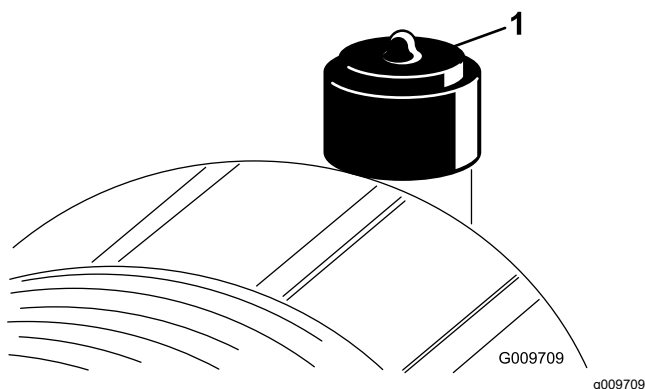

Figure 39
Faites l'entretien du filtre à air uniquement quand l'indicateur de colmatage (Figure 39) indique que cela est nécessaire. Ne remplacez pas le filtre à air plus fréquemment que nécessaire ; cela ne fait qu'accroître le risque de contamination du moteur par des impuretés quand le filtre est déposé.
2. Réarmez l'indicateur de colmatage (Figure 39) s'il est rouge.